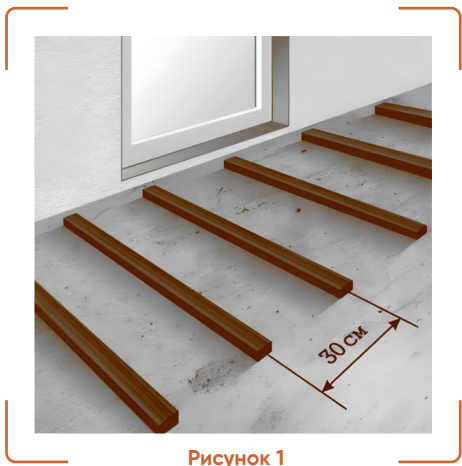

Рисунок 1
- ! на ровное бетонное основание (рис. 1);